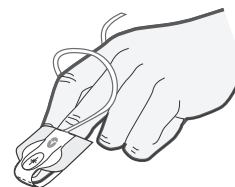

Figura 8
- Con il trasmettitore sull'unghia, fare aderire le alette attorno al dito (vedere Figura 8).